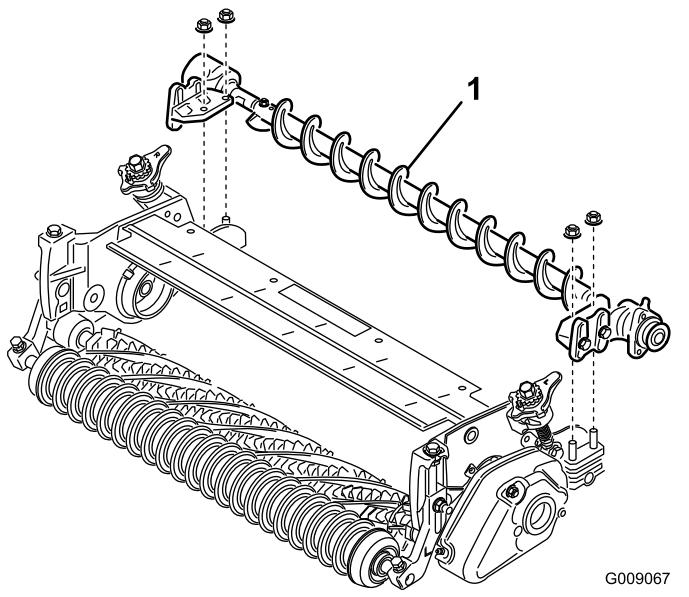

図 24
10. ローラブラシ・アセンブリ取り付けブラケットを、ローラブラケットボルトにセットする図 24。ブラシアセンブリ取り付けブラケットを、カッティングユニットのサイドプレートに固定する先ほど取り外したナットを使用。